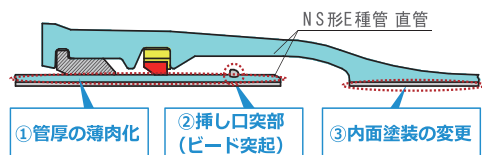

図 1 NS 形 E 種管 直管の特長
①管厚の薄肉化、②ビード溶接による挿し口突部形成、③内面塗装の変更により、高い経済性と軽量化を実現した (図 1、表 1)。